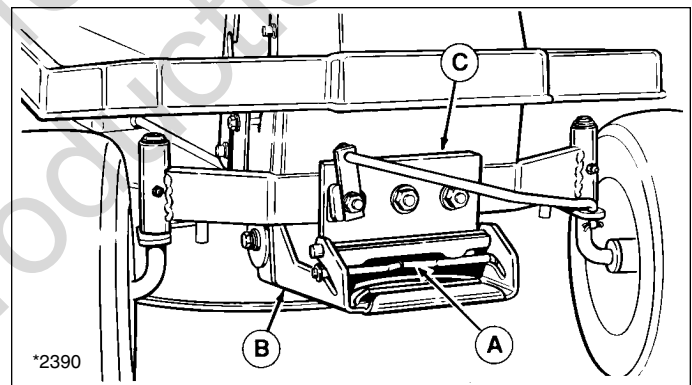

Figura 8. Enganche del cortacésped
5. Retire el enganche del cortacésped (B, Figura 8) de los soportes del enganche del tractor (C) al tirar la palanca accionada por resorte (A) hacia delante y al levantar el enganche. Coloque el enganche del cortacésped en el suelo.